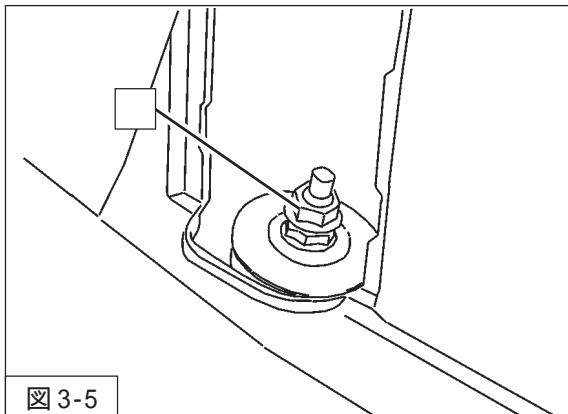

図3-5
- ダンパー・アッパー取付ナットを取り外してください。(図3-5)